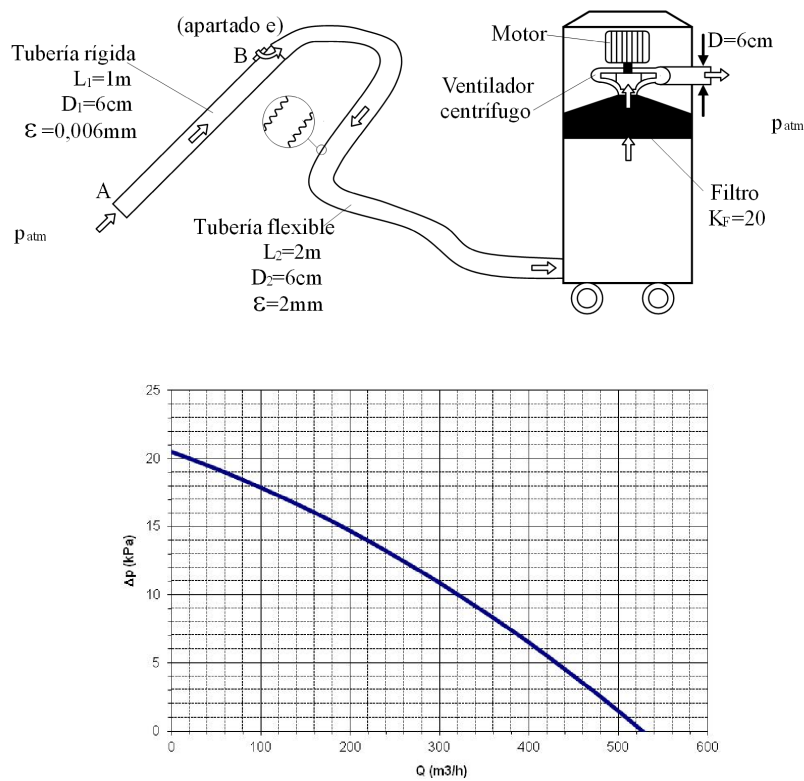

Figura 4.45: Aspirador
La figura 4.45 muestra un aspirador industrial. El aire entra por (A) a una tubería rígida, luego pasa a una flexible que descarga a un depósito desde el que pasa a un filtro con $K_F = 20$ (referida a un diámetro de 6 cm). Después pasa por un ventilador centrífugo y descarga a la atmósfera por un conducto de diámetro 6 cm. En la figura de abajo se muestra la curva del ventilador.
- Calcular la potencia de succión del aspirador definida como el producto de la depresión producida a la entrada (A) por el caudal: $W_{suc} = (p_{atm} - p_A)Q$.